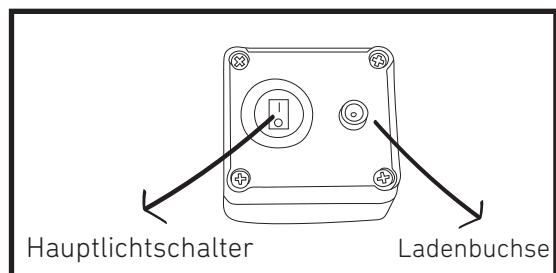

Abb. 3
1. Das Bedienfeld befindet sich im Inneren des Produkts (Abb. 3).